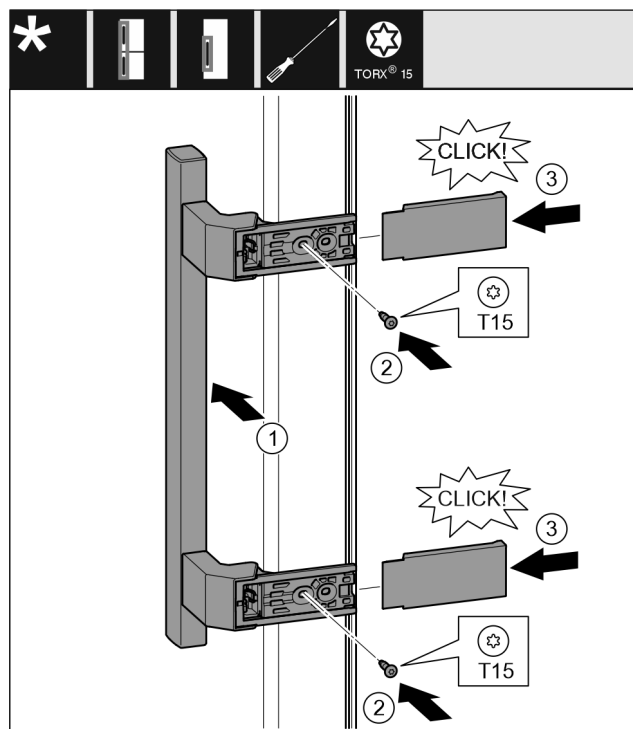

Fig. 40
- ▶ Założyć uchwyt po przeciwległej stronie. Fig. 40 (1)
- ▶ Śruby przykręcić przy pomocy śrubokręta T15. Fig. 40 (2)
- ▶ Osłony założyć z boku i wsunąć. Fig. 40 (3)